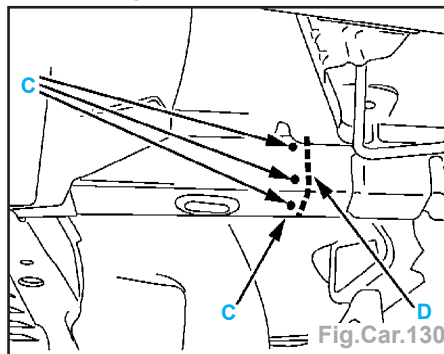

Fig.Car.130
- Souder par points bouchons au MIG suivant C (Fig.Car.130).